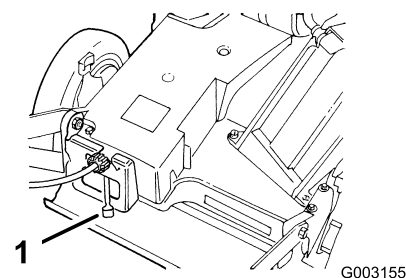

Рисунок 14
4. Передвиньте орган управления скоростью движения в положение «Нейтральное» (N) (Рисунок 14).
У газонокосилки есть три скорости движения по земле. 1 – медленная, 2 – средняя и 3 – быстрая. Регулятор скорости движения расположен в задней части кожуха ремня (Рисунок 14).